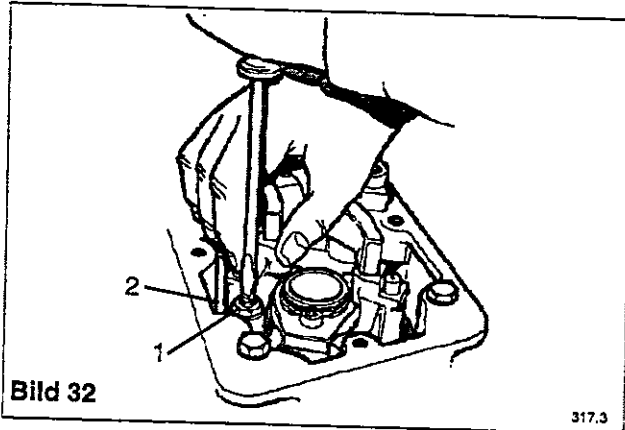

Bild 32
Wenn der Motor in der richtigen Lage ist, vor der nächsten Arbeit sicherstellen, daß die Ein- und Auslaßkipphebel Spiel haben. Gegenmutter (1) am Brückenstück lockern, Einsteller (2) heraus-schrauben, bis die Festseite des Brückenstücks auf dem Ventil aufliegt, oberen Rand des Brückenstücks mit einer Hand niederhalten und Einsteller herunterschrauben, bis er das Ventil spürbar berührt; jetzt ist der Ventilhub ausgeglichen. Gegenmutter ohne Verstellen des Einstellers wieder anziehen (siehe Bild 32).